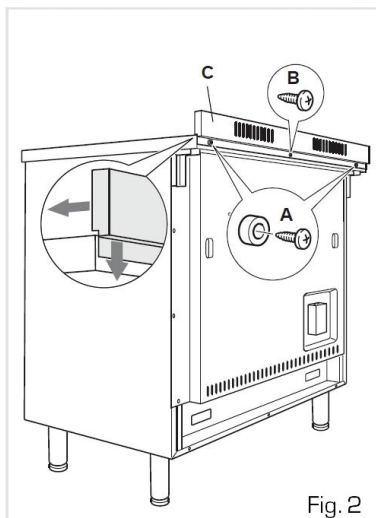

Fig. 2
*Avant d'installer la cuisinière, veuillez assembler le dossieret "C" (Fig. 2).*
- Retirez les entretoises "A" (fig. 2) en dévissant les vis de fixation.